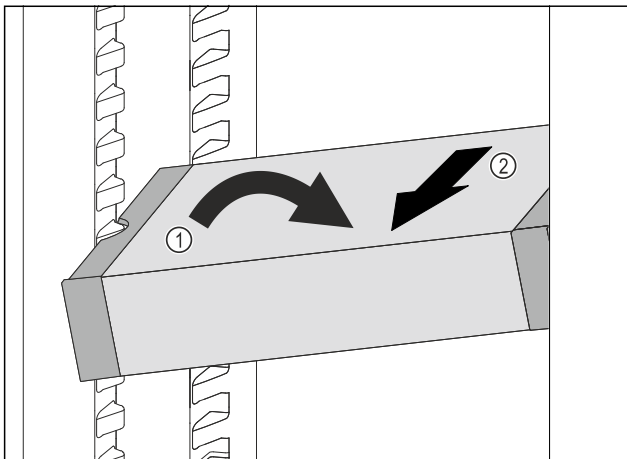

Fig. 71
- VarioSafe im Kühlteil schräg stellen. Fig. 71 (1)
- VarioSafe nach vorne entnehmen. Fig. 71 (2)